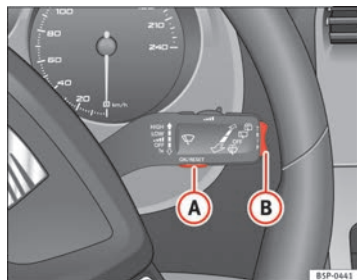
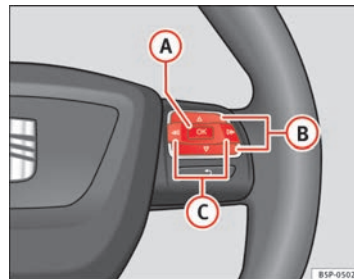

Fig. 44 Palanca del limpiacristales: tecla A para confirmar opciones del menú y tecla basculante B para cambiar de menú
Fig. 45 Mandos en volante: tecla A para confirmar opciones del menú y teclas B para cambiar de menú
⇒ **página 70, fig. 45** hasta que lo visualice en la pantalla. Ya está dentro de este menú.
- Para cambiar de una memoria a otra, pulse brevemente la tecla **A** ⇒ **página 70, fig. 44** ⇒ página 70 de la palanca del limpiacristales o la tecla **OK** del volante multifunción ⇒ **página 70, fig. 45** ⇒ página 70 con el encendido conectado. ▶
En el indicador multifunción puede consultar los siguientes datos accionando la tecla basculante **(B)** ⇒ **página 70, fig. 44** ⇒ **página 70** de la palanca del limpiacristales o pulsando la tecla **(Δ)** o **(▽)** ⇒ **página 70, fig. 45** del volante multifunción*.